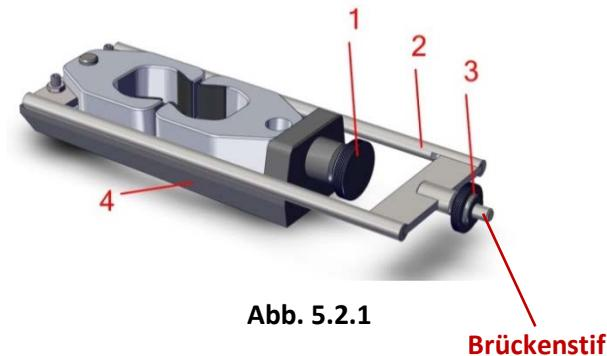
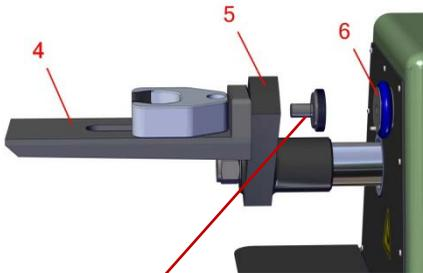

Abb. 5.2.1
Abb. 5.2.2
1. Große Rändelschraube (Abb. 5.2.1, Pos. 1) vom Sockel am Zubehörteil zur Bestimmung der Kaltbiegefestigkeit (Abb. 5.2.1, Pos. 4) lösen. Brücke (Abb. 5.2.1, Pos. 2) und linke Klemmbacke vom Zubehörsockel abnehmen.
- Den Gewindeanschluss am Zubehörsocket auf die bewegliche Klemmhalterung am Gerät schieben (Abb. 5.2.2, Pos. 5). Rändelschraube wieder aufsetzen und handfest anziehen, um so Zubehörsocket mit beweglicher Klemmbacke zu verbinden (Abb. 5.2.2 und 5.2.3).
- Setzen Sie die linke Werkzeugbacke und die Zugbrücke auf die Oberseite der Basis für das Zugzubehör. Schieben Sie den Brückenstift (Abbildung 5.2.1) vorsichtig in das Loch in der Mitte des stationären Klemmhalters (Abb. 5.2.2, Pos. 6).
4. Die Rändelmutter (Abb. 5.2.1, Pos. 3) solange drehen, bis die flache Seite der Stegmutter, welche der unbeweglichen Klemmhalterung (Abb. 5.2.2, Pos. 6) gegenüber liegt, ca. 78 mm (1/32") von der festen Klemmhalterungsfläche entfernt ist.